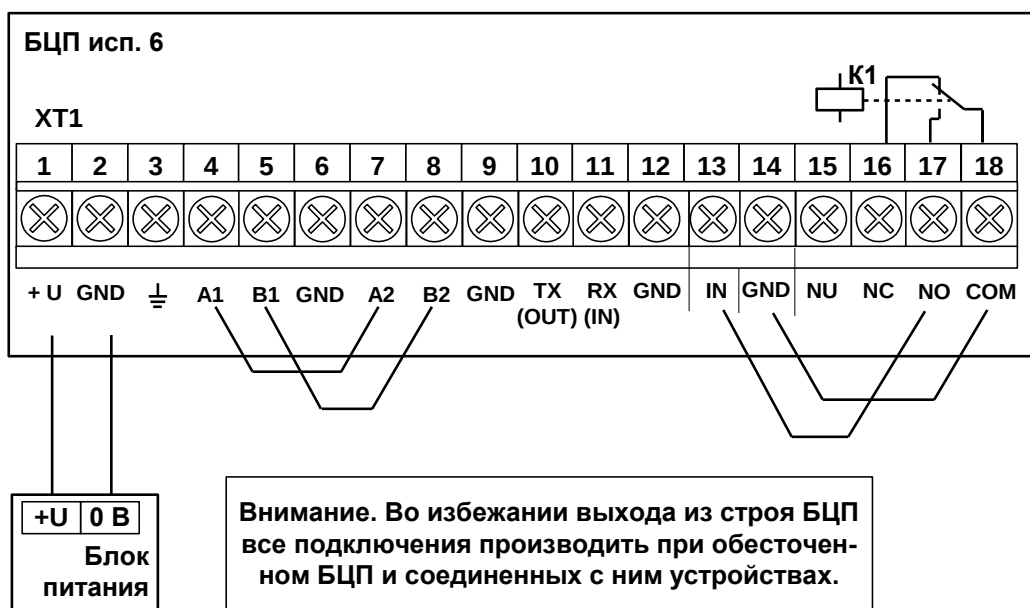

Рис. 22 Схема проверки БЦП исп. 6
Рис. 22 и при необходимости сохранить текущие настройки конфигурации БЦП.
- проверить наличие перемычек между линиями связи с СУ: A1 – A2, B1 – B2, IN – NO, GND - COM (Рис. 22);
- В случае ошибки – проверить наличие перемычек клемм в соответствии с Рис. 22.